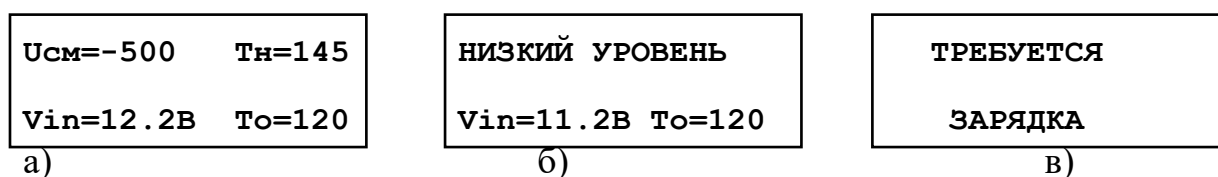

Рис. 7.8. Индикация параметров.
Индикация параметров – режим вывода предустановленных и текущих настроек прибора: U_{см}, Т_н, Т_о и V_{ин} - см. табл. 7.1 и рис. 7.8.
В случае разряда встроенного аккумулятора до значения U_{ин} ≤ 11,5 В на экран выводится предупреждение «НИЗКИЙ УРОВЕНЬ» (рис. 7.8, б), при этом работа газоанализатора может быть продолжена. При разряде аккумулятора до значения U_{ин} ≤ 10,5 В на экран прибора выводится сообщение «ТРЕБУЕТСЯ ЗАРЯДКА» (рис. 7.8, в), и работа прибора может быть продолжена только после зарядки аккумулятора от сети с помощью БП (8). Время зарядки полностью разряженного аккумулятора составляет 1,5-2 часа.